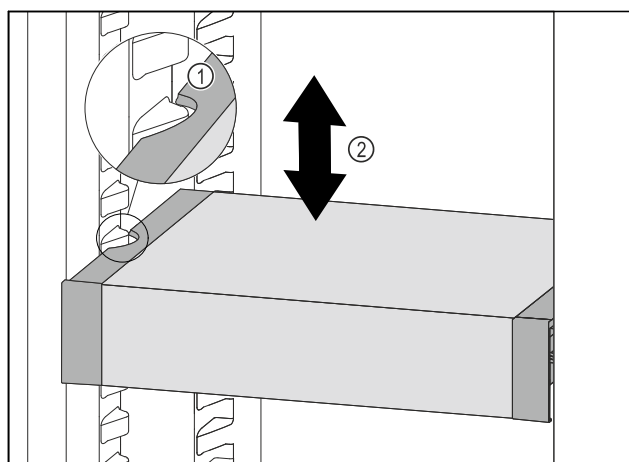

Fig. 160
- Táhněte VarioSafe dopředu, dokud nebudou boční vybrání VarioSafe na úrovni žebrování na nádoby v chladniče. Fig. 160 (1)
- Posouvejte VarioSafe v chladniče nahoru nebo dolů, dokud nedosáhnete požadované výšky. Fig. 160 (2)